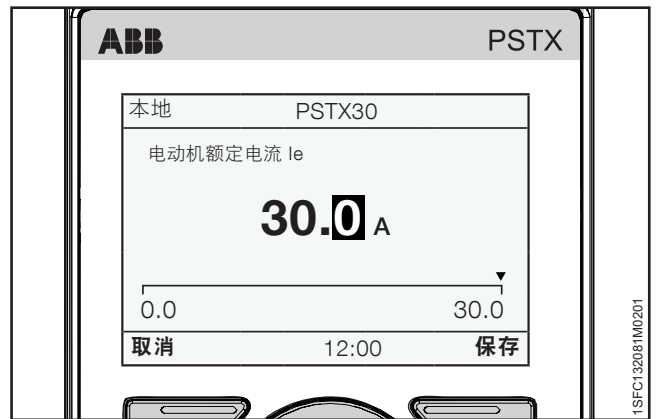

图 6.8
1. 主页视图是最顶层。按  “菜单”进入此菜单。显示屏将如图 6.8 中所示。
6. 使用  和  来选择数值，当前所选的数值将突出显示为黑色。然后按  或  以更改所选数值的值。选择  “保存”以保存新的设置。请参见图 6.8。要退出，请选择  “取消”。